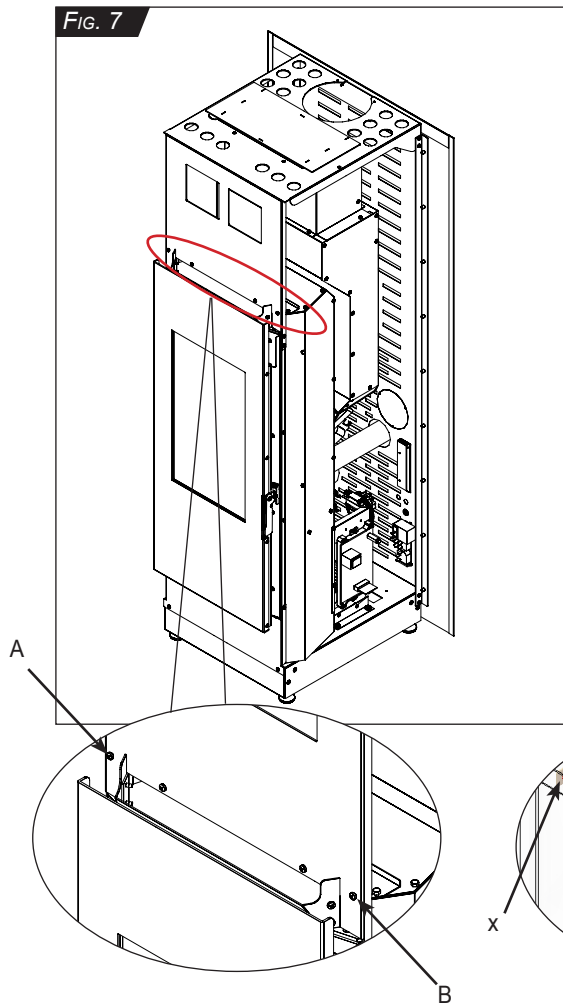
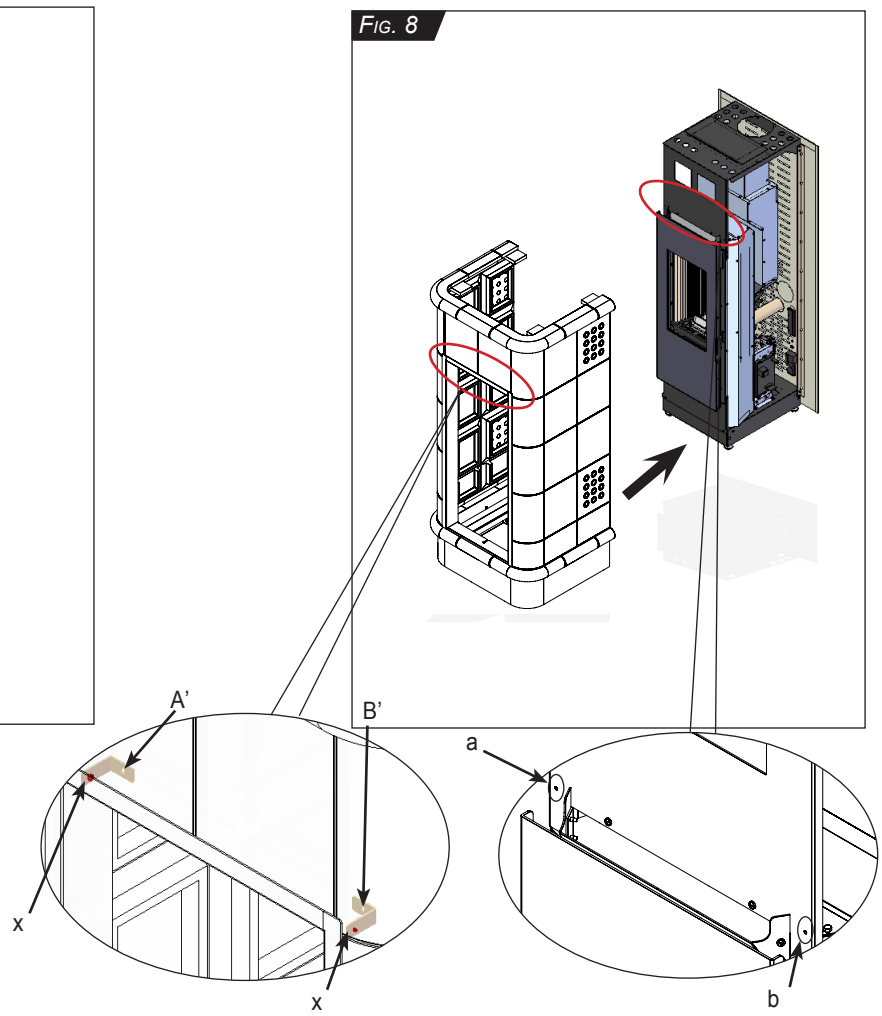

FIG. 8
FIG. 9
- c) Positionner le revêtement devant le poêle et le pousser contre le poêle (*Fig. 8*).
- d) Faites correspondre les fentes A', B' des supports de fixation (x) du revêtement avec les trous a, b du poêle (*Fig. 8*). Le revêtement doit être placé contre le dossier. Les supports de fixation doivent être en contact avec l'avant du poêle et la partie arrière de l'habillage doit être en contact avec le dossier (*Fig. 9*).
- e) Visser les vis A, B pour fixer le cadre (*Fig. 9*).